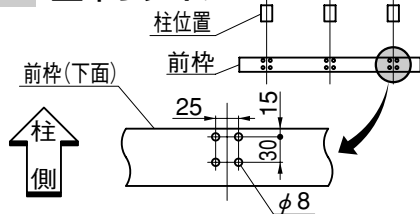

図3-2
■ 現場にて、前枠下面にφ8の穴をあけてください。(図3-2)